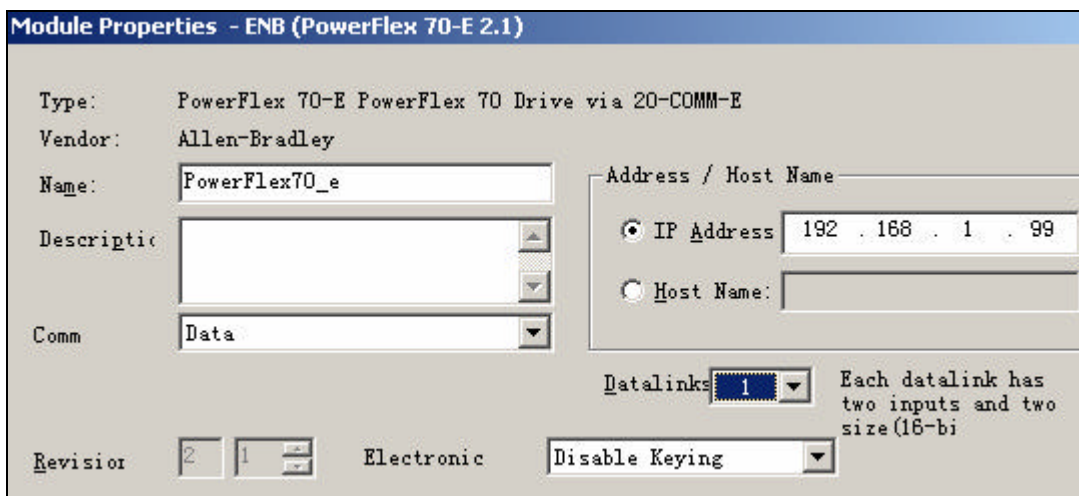

图 4-85 打开 1 个 DataLinks 通道
17. 右击 PoweFlex 70-E PowerFlex70_e，修改 DataLinks 打开的个数，这里我们设置为 1，如图 4-85 所示。